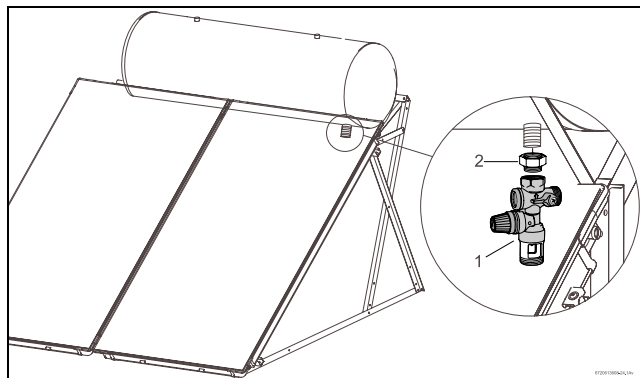

Fig. 76 Montage de la soupape de sécurité
- Mettre l'anneau de réduction en place sur la soupape de sécurité 10 bar et monter la vanne sur l'arrivée d'eau (fig. 76).
De l'eau peut s'écouler de la soupape de sécurité en raison des variations de température et de pression pendant la journée (fig. 76, [1]). Veiller à assurer une évacuation appropriée de l'eau qui s'écoule.